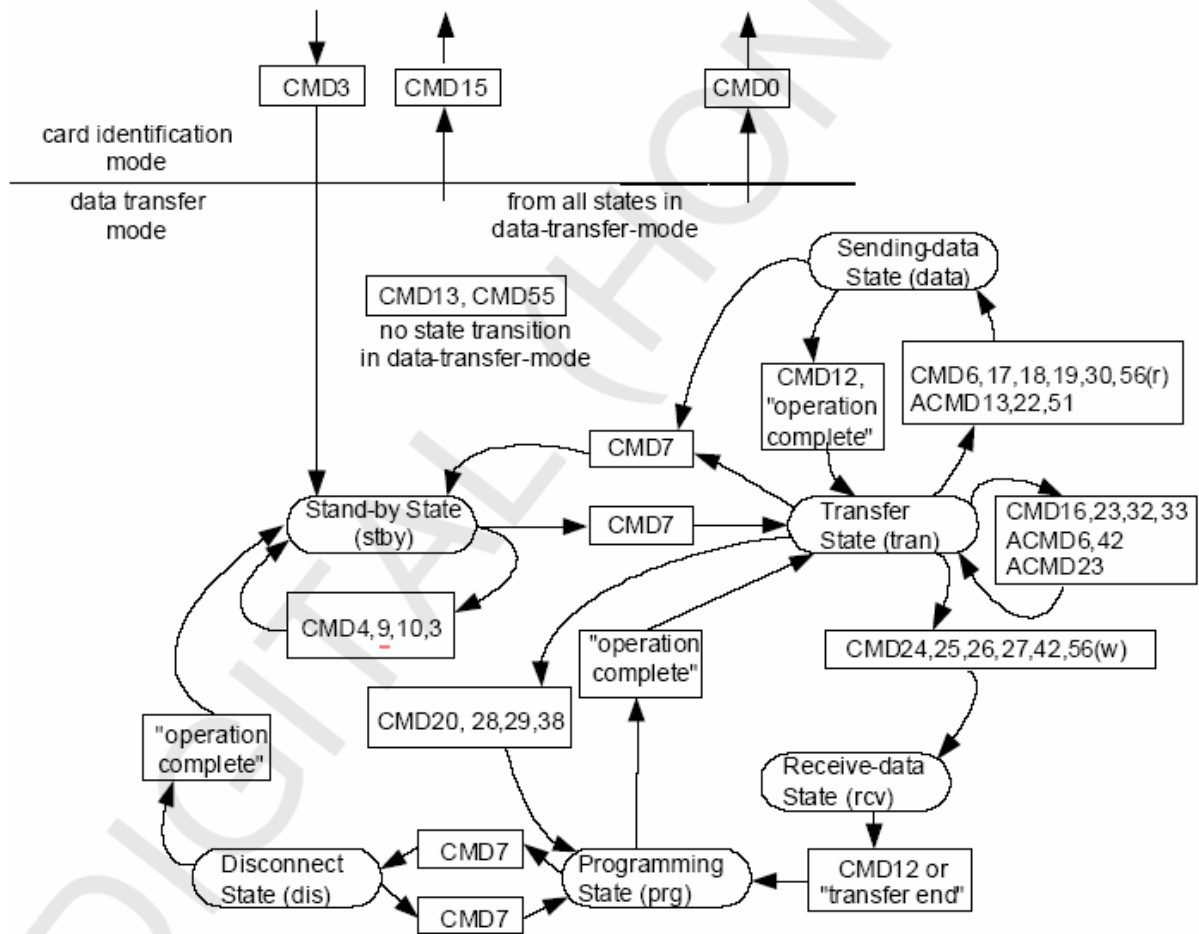

Figure 4-13: SD Memory Card State Diagram (data transfer mode)
- 卡可以提供 Buffer 给写块。这意味着在前一块在编程中时，下一块可以送给卡。如果所有的写 Buffer 已经满了，只要卡在编程状态（见 SD 记忆卡状态图，图 4-13），数据信号 Dat0 将被保持低电平（BUSY 状态）。